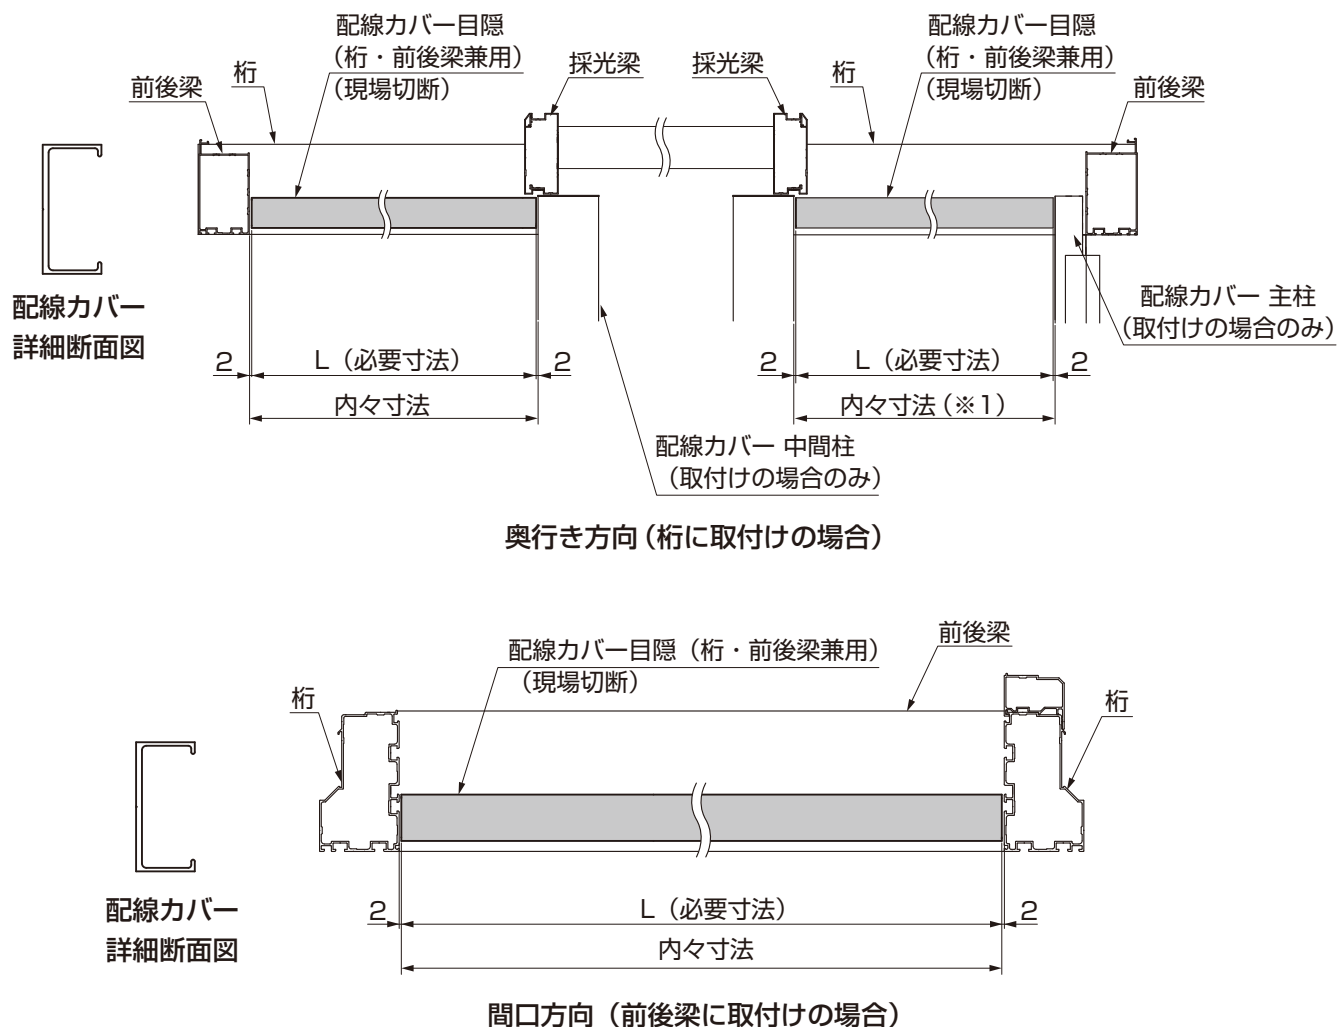

図1-1 配線カバー目隠（桁・前後梁兼用）天井なしの場合の切断
- 配線カバー中間柱を取付けの場合は、配線カバー目隠（桁・前後梁兼用）を、前後梁との内々寸法に切断（現場切断）してください。（図1-1参照）